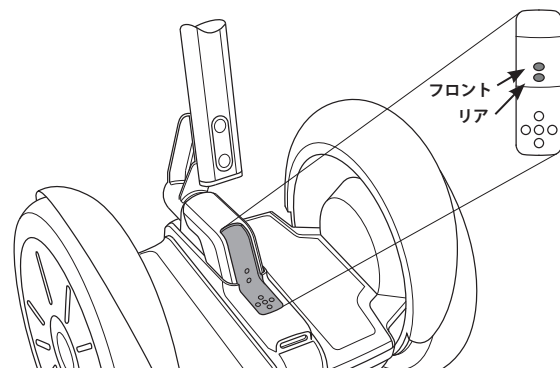

図 58. バッテリー充電インジケータライト
6. コンソール上の 2 つの充電インジケータライトが、バッテリーの充電中を示す緑色に点灯していることを確認します (図 58 を参照)。充電インジケータライトの詳細については、89 ページの「バッテリー充電インジケータライト」を参照してください。
Segway PT が電源に接続されている間、コンソール上の2つのバッテリー充電インジケータライトが充電ステータスを示します。フロント充電ライトは前側のバッテリーに対応し、リア充電ライトは後側のバッテリーに対応しています (図 58 を参照してください)。バッテリー充電インジケータライトは、それぞれのバッテリーが充電中であるかどうか個別に情報を提供します。Segway PT が電源に接続され充電されているときは、両方のバッテリー充電インジケータライトが緑色に点滅または点灯します。どちらかまたは両方の充電インジケータライトが赤色に点灯するか、何も点灯しない場合、対応するバッテリーに充電の問題があります。詳細については、以下の「充電の問題」を参照してください。